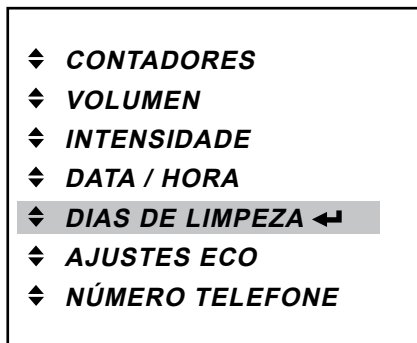

Fig. 42
- Prima a tecla Enter ◀ para aceder ao menu «DIAS DE LIMPEZA». (Fig. 42)